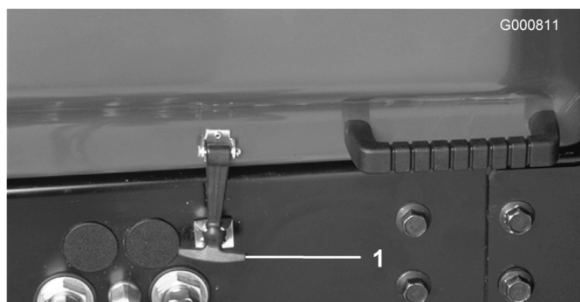

Figure 16
1. Garez la machine sur une surface plane et horizontale. Déverrouillez et soulevez le capot (Figure 16).